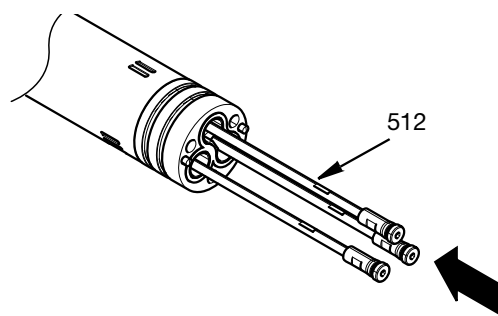

FIG. 29
9. Die Stangenabsperrentile (512) durch den Adapter in das Zentralgehäuse einführen. Siehe FIG. 29.